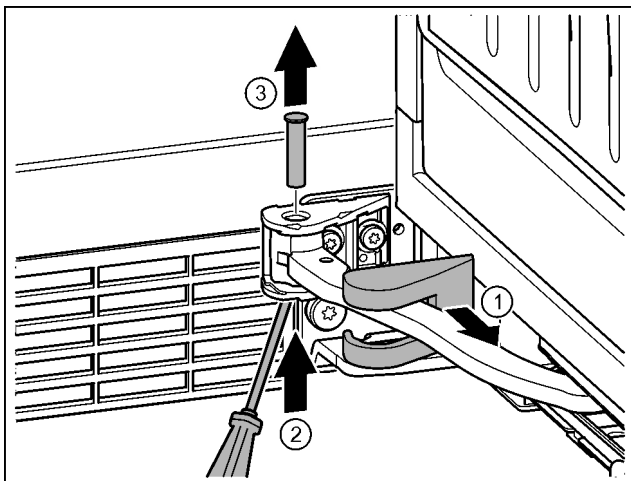

Fig. 15
► Lagerbockabdeckung abziehen und entlang des Gelenks verschieben. Fig. 15 (1)
► Bolzen mit Finger oder Schraubendreher von unten anheben. Fig. 15 (2)
► Mit Schraubendreher unter den Bolzenkopf fahren und herausziehen. Fig. 15 (3)